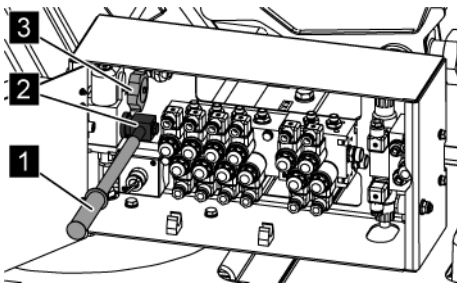

Abb. 178: Handpumpe
6. → Den Handpumpenhebel (Abb. 178/1) auf die Handpumpe (Abb. 178/2) stecken.
Der Handpumpenhebel (Abb. 178/1) befindet sich im Hydrauliksteuerkasten.
7. → Sicherstellen, dass das Handrad (Abb. 178/3) an der Handpumpe (Abb. 178/2) geschlossen ist.
Mit Handpumpe (Abb. 178/2) auf und ab pumpen, bis die gewählte Baugruppe die gewünschte Position erreicht hat.